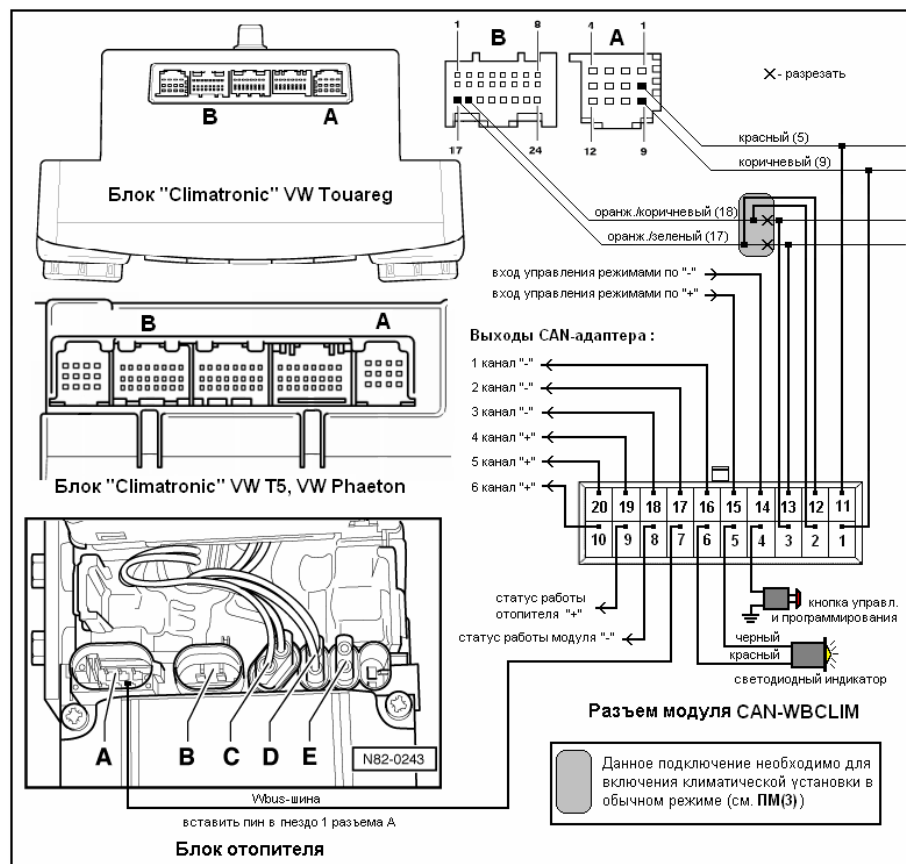
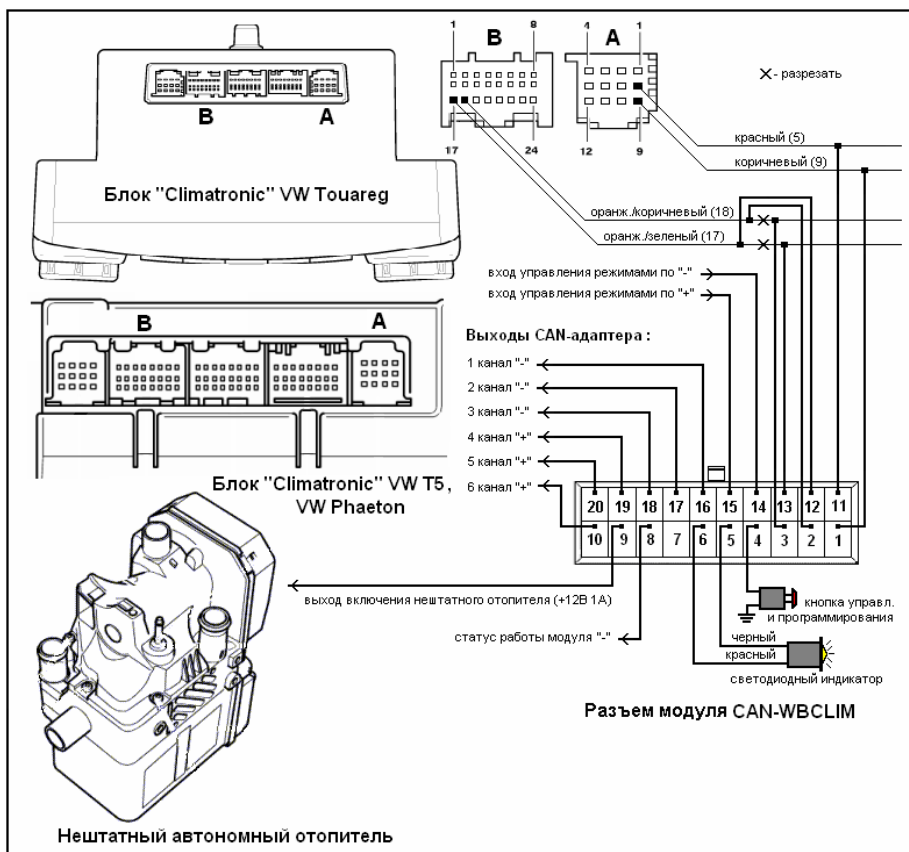
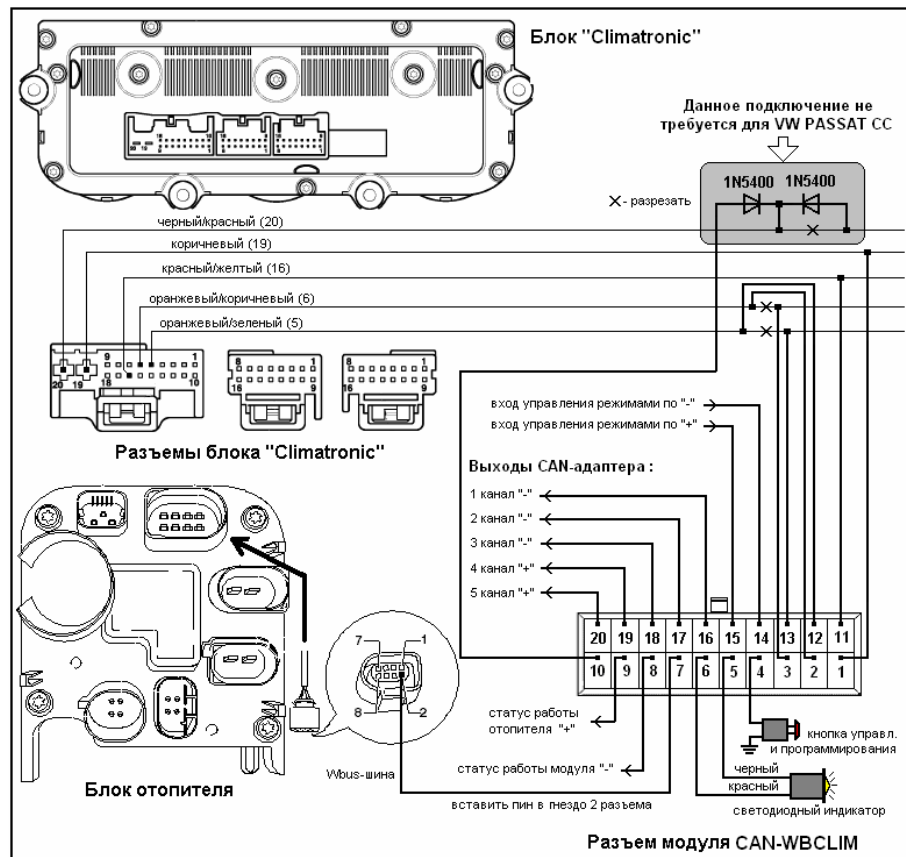
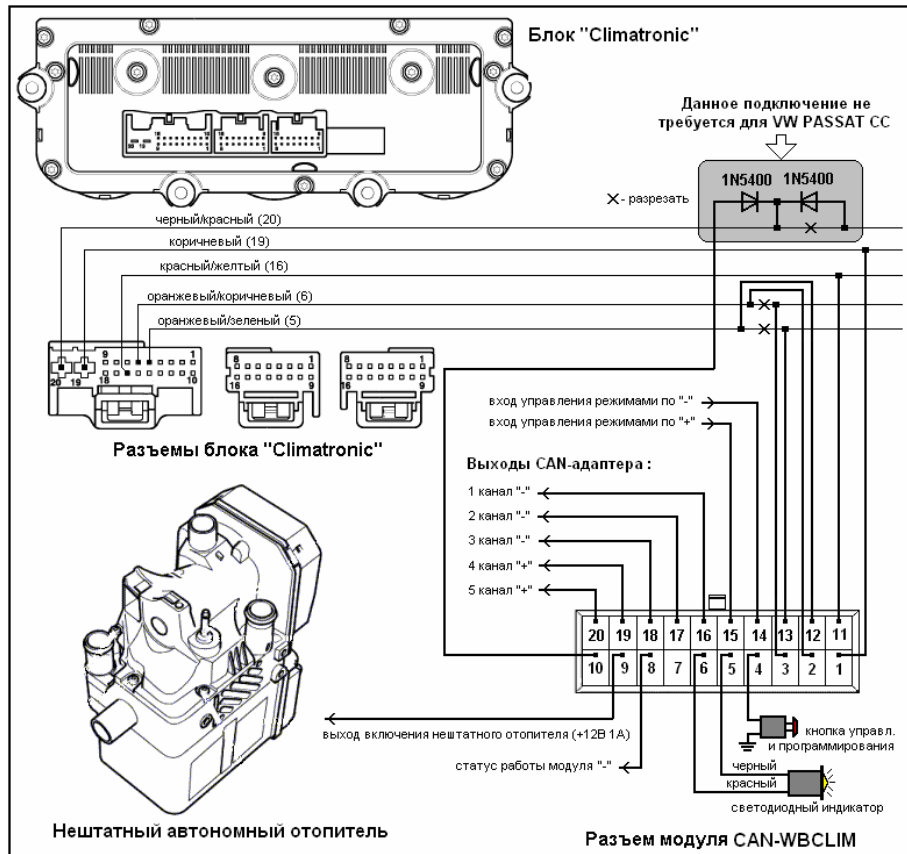

Рис. 1.. Схема подключения модуля на а/м VW Toureg, Phaeton, T5 со штатно установленным догревателем.
Рис. 2.. Схема подключения модуля на а/м VW Touareg, Phaeton, T5 с дополнительно установленным автономным отопителем.
Рис. 3. Схема подключения модуля на а/м VW Passat B6, Passat CC, Golf V/+, Touran, Jetta, Eos, Tiguan со штатно установленным догревателем.
Рис. 4. Схема подключения модуля на а/м VW Passat B6, Passat CC, Golf V+, Touran, Jetta, Eos, Tiguan с дополнительно установленным автономным отопителем.
* Для а/м VW Passat B6, Passat CC, Golf V+, Touran, Jetta, Eos, Tiguan: 6-ой канал (контакт № 10) утрачивает обозначенную в таблице функцию CAN-адаптера, и всегда выполняет функцию включения климатической установки, а именно – выход активируется при включении модулем климатической установки в режимах отопление и вентиляция (См. схемы подключения на Рис. 3 и 4).
Подключение модуля осуществляется в соответствии с нижепредставленными схемами в зависимости от а/м, его комплектации, и необходимых режимов работы (Рис. 1, Рис. 2, Рис. 3 и Рис. 4).